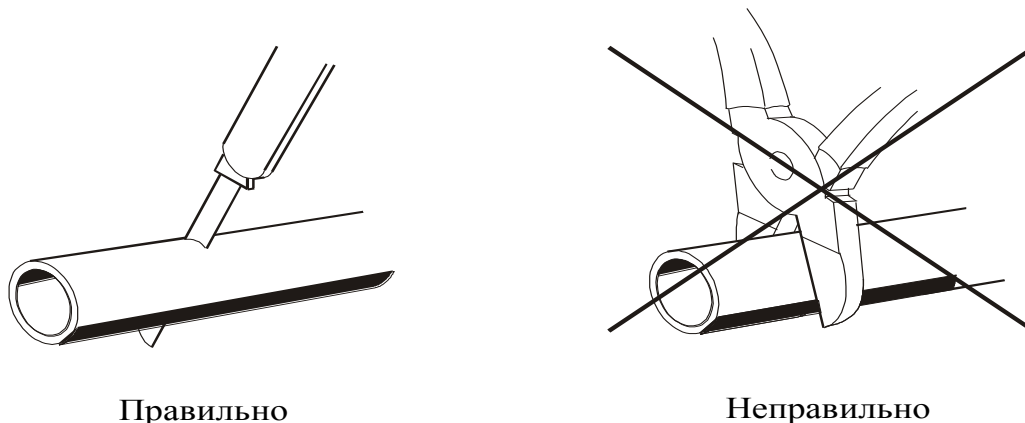

Рис. 7.9 – Отрезка трубопровода перед установкой.
7.6.2 При монтаже топливопроводов перегибы соединительных муфт недопускаются. При монтажных работах отрезку топливопровода производить только острым ножом согласно рис. 7.9. На местах среза не допускаются сужение проходного сечения топливопровода, вмятины и заусенцы.